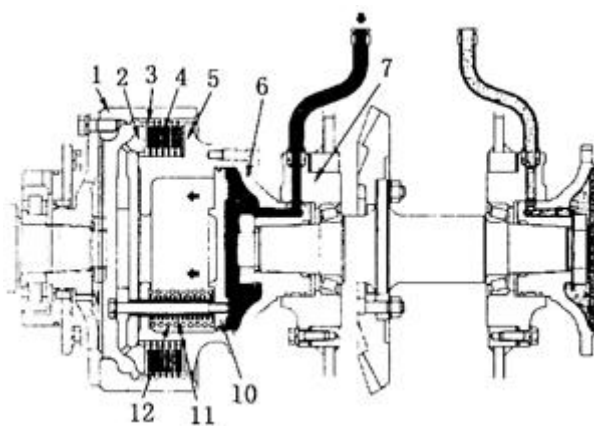
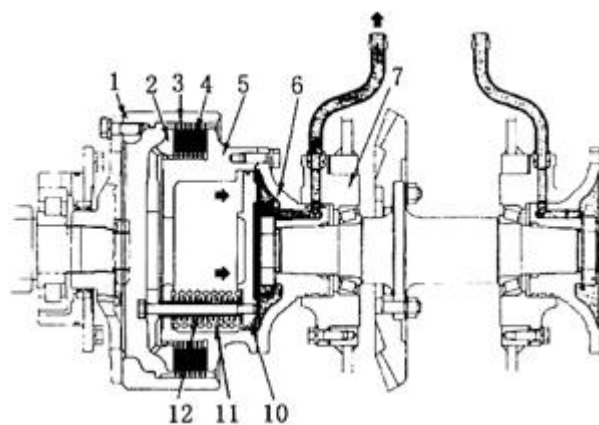

Рис. 5-37
Рис. 5-38
5.6 Муфта рулевого механизма (см. Рис. 5-37)
Когда рабочее масло поступает из распределительного клапана рулевого управления в ступицу (6) (см. Рис. 5-37), оно воздействует на поршень (10), болт и пластину (2), заставляя их вращаться по направлению стрелки. Работа внутреннего диска (4) и подача питания прекращаются. Если подача рабочего масла прерывается, вышеупомянутые детали начинают двигаться под давлением пружины в направлении, указанном на рисунке, а также включают внутренний (4) и внешний диски для осуществления передачи мощности (см. Рис. 5-38).